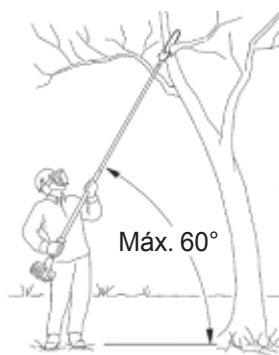

Fig. 28
3. Sujete siempre el producto en un ángulo de no más de 60° con respecto al nivel horizontal. De lo contrario, no es posible hacerlo funcionar de manera segura (Fig. 28).